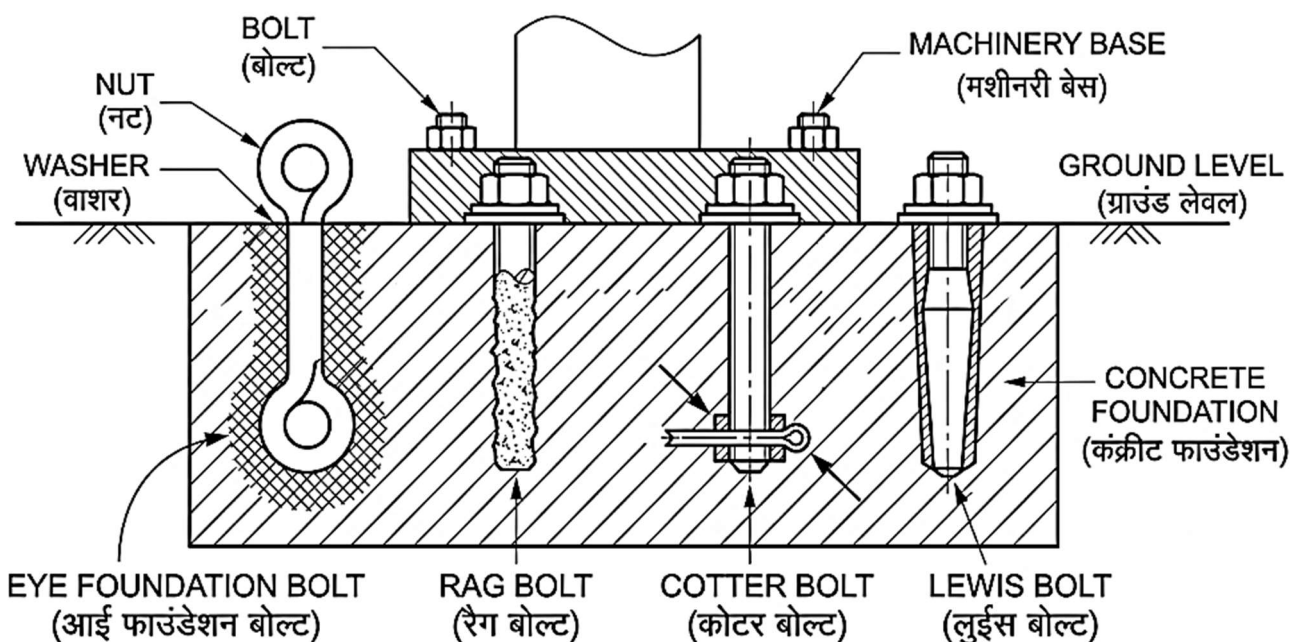

Fig. 7.4: Types of Foundation Bolts for Machinery Installation | मशीनरी स्थापना के लिए फाउंडेशन बोल्ट के प्रकार
7.4.1 Introduction (Fig.7.4)
7.4.1 परिचय (Fig.7.4)